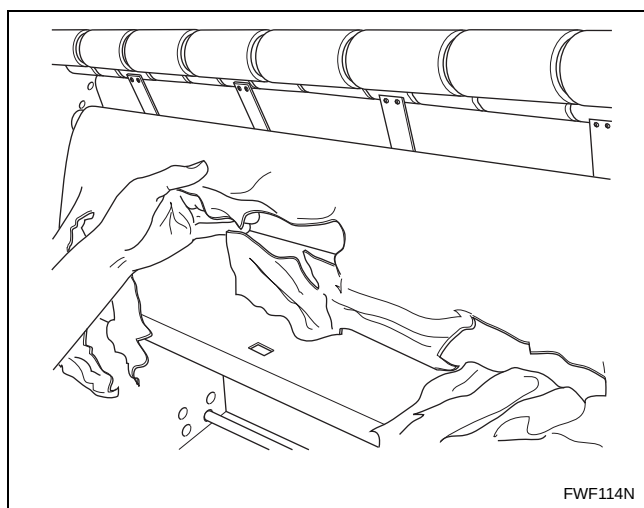

Figura 17
- d. Conduza o papel protector para fora da máquina. Consulte a *Figura 17*.